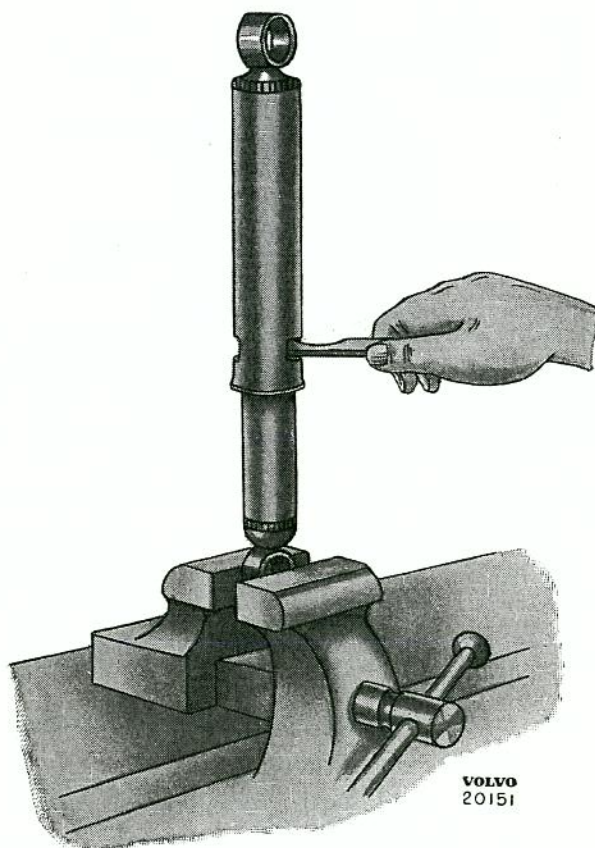

Bild 7. Demontering av lock.
1. Sedan stötdämparen demonterats tvättas den ren utvändigt, varefter den sättes fast i ett skruvstycke, bild 7.
1. Demontera stötdämparen och tag isär den enligt punkterna 1—3 under kap. "Isärtagning av stötdämpare", men låt cylindern (2) sitta kvar vid locket (8). Observera att stötdämparen hela tiden skall vara helt utdragen, bild 7 och 8.